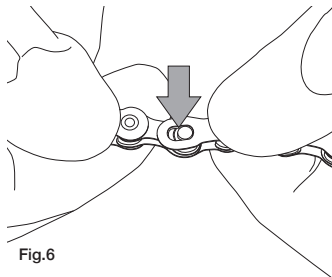

Fig.6
- Inserite i perni nella zona di maggior diametro delle asole della C-Link™ (Fig. 6).